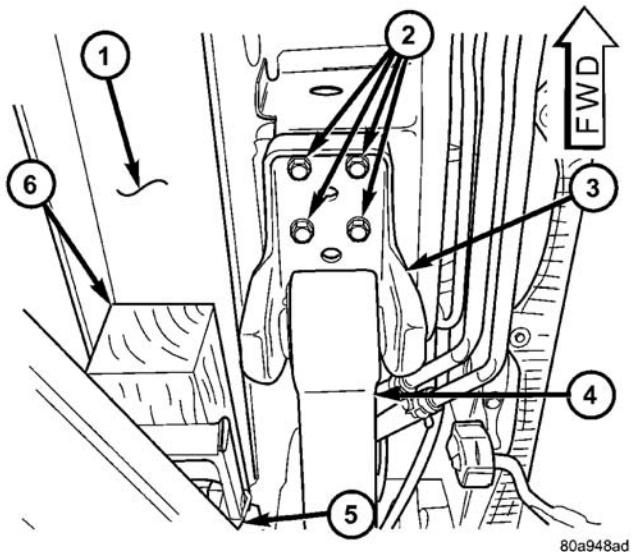

图 37 举升部位和板簧支座
(a) 用需要维修的车辆一角的举升臂抵住放在车身底框架上面的木块, 如图所示 (图 37)。
(4) 卸下将板簧前支座紧固到车身上的 4 个螺栓(图 37)。
(5) 使用千斤顶缓慢降下后桥, 让后簧的前端自由下吊。将其下降到足以接触板簧枢轴螺栓的程度。可能需要在弹簧与车辆之间放一个木块, 以便将板簧前端固定在位。
(2) 在枢轴螺栓上安装螺母并轻轻地紧固。此时不要完全紧固螺栓。
(3) 升起作为辅助支撑的通用千斤顶或变速箱千斤顶，将前固定支架相对车身导入位。使用一个冲头进行导向会有所帮助，该冲头穿过支架内的固定螺栓孔与车身上的定位孔之间的对中孔。当 4 个固定螺栓孔与其在车身的螺纹孔对齐时，安装固定螺栓 (图 37)。紧固 4 个固定螺栓至 $61\text{N}\cdot\text{m}$ (45 ft.lbs.) 的扭矩。
(4) 升起或降下千斤顶直至减振器下耳孔与桥管上的螺纹孔对齐。安装减振器下固定螺栓。此时不要完全紧固螺栓。
(5) 降下车辆，移走举升臂和车下的木块。
(6) 紧固弹簧前枢轴螺栓至 $156\text{N}\cdot\text{m}$ (115 ft.lbs.) 的扭矩。
(7) 紧固下减振器固定螺栓至 $88\text{N}\cdot\text{m}$ (65 ft.lbs.) 的扭矩。